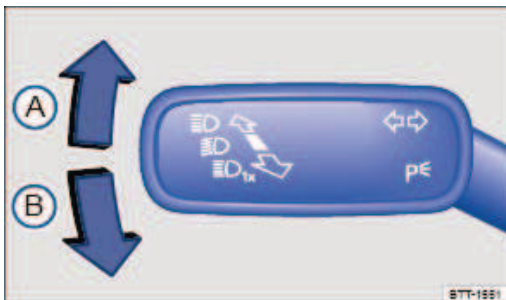

Fig. 88 À gauche sur la colonne de direction : levier des clignotants et de l'inverseur-codes
- Amenez le levier des clignotants et de l'inverseur-codes → Fig. 88 dans la position suivante depuis la position médiane :